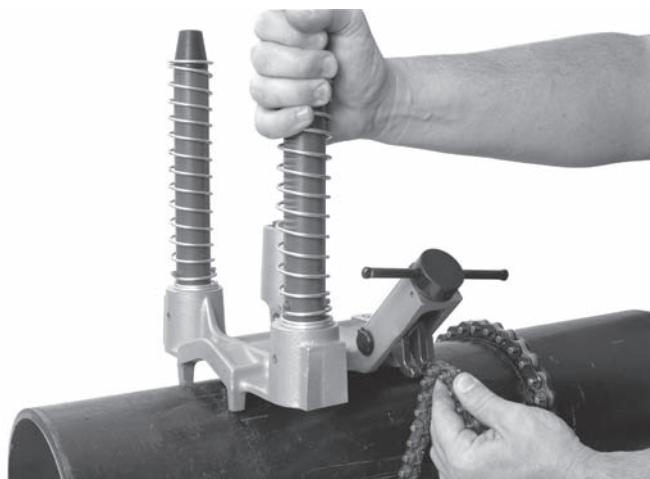

Figura 8 – Aggancio della catena
- Tenere sempre almeno una mano sul gruppo base per stabilizzarlo e regolarlo. Afferrare l'estremità della catena e tirarla stretta attorno al tubo. Quando si tira la catena, una molla viene compressa all'estremità di fissaggio della catena. Agganciare la maglia della catena più vicina sul gancio - la tensione della molla aiuterà la catena a rimanere inserita nel gancio. Serrare fermamente il gruppo della vite a manovella per tenere il gruppo base contro il tubo. (*Ved. Figura 8.*)